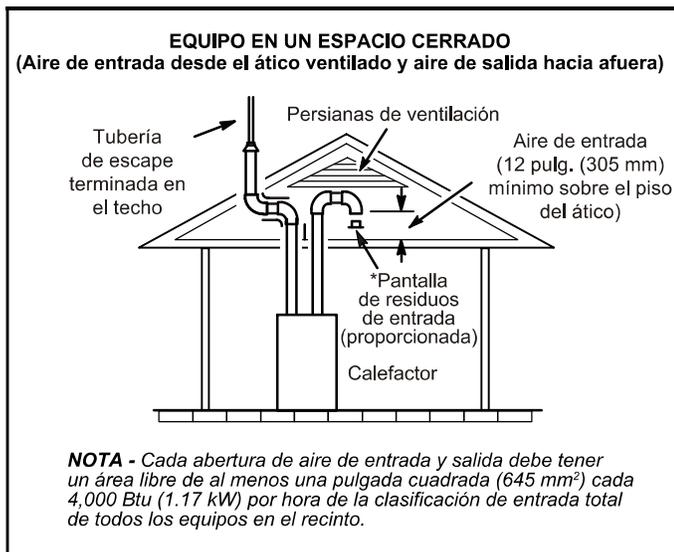
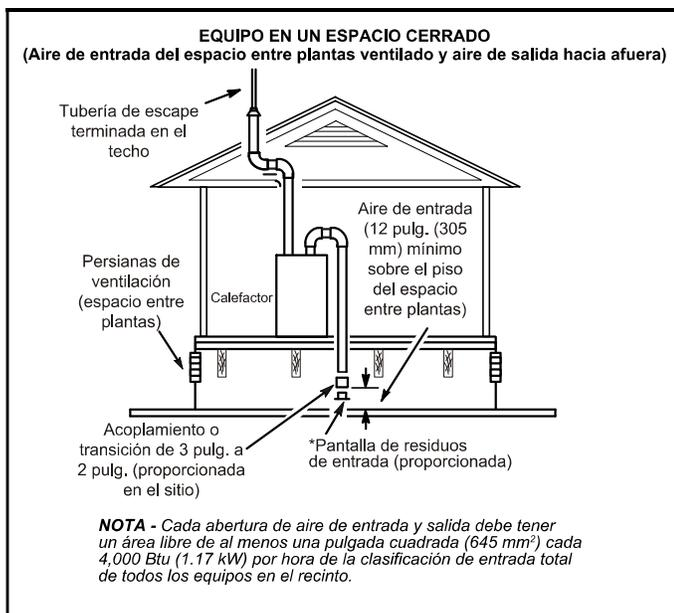

Figura 26
Figura 27
- 2 - Si el aire de entrada se toma de un ático ventilado (Figura 26) o de un espacio entre plantas ventilado (Figura 27), el largo del ventilación de escape no debe exceder los valores listados en la Tabla 8. Si se utiliza una tubería de 3" de diámetro, redúzcala a una tubería de 2" de diámetro en el punto de terminación para acomodar la pantalla de residuos.